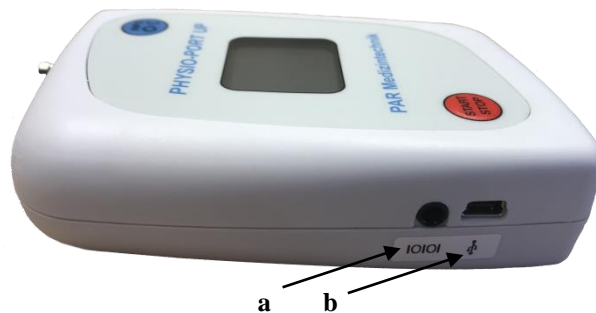

Bild 5-1 Anschlüsse für Verbindungsleitung zum PC
- Bei Verwendung der USB-Schnittstelle (**b**, Bild 5-1), mit der Verbindungsleitung A867
- Bei Verwendung der seriellen Schnittstelle (**a**, Bild 5-1), mit der Verbindungsleitung A2077
*Bei der Verwendung der USB-Schnittstelle (b, Bild 5-1) muss - wie nachfolgend beschrieben - der USB-Treiber installiert und die Schnittstelle geprüft werden.*